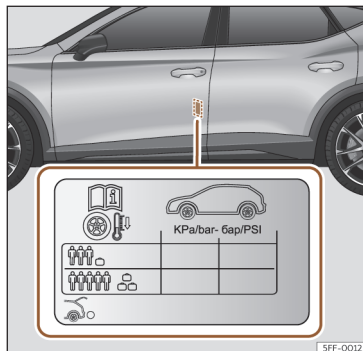

Fig. 219 Localização do autocolante da pressão de ar dos pneus.
- Adapte a pressão dos pneus à carga transportada pelo veículo >>> **Fig. 219.**
Os valores da pressão de enchimento indicam-se na etiqueta autocolante situada na zona posterior da moldura da porta dianteira esquerda >>> **Fig. 219.**
A pressão dos pneus tem de ser ajustada à carga momentânea do veículo. Se pretender utilizar o veículo com a carga máxima, terá de aumentar a pressão dos pneus para o valor máximo indicado na etiqueta >>> **Fig. 219.**
No caso de uma roda de emergência mais estreita (125/70 R16 ou 125/70 R18), encher a 4,2 bar de pressão segundo indicado na etiqueta de pressão dos pneus >>> **Fig. 219.**
- O condutor é responsável por garantir que todos os pneus do veículo estejam cheios com a pressão correta. A pressão de ar recomendada é indicada num autocolante >>> **Fig. 219.**
- Com os pneus a frio, deverá manter-se sempre a pressão indicada no autocolante >>> Fig. 219.